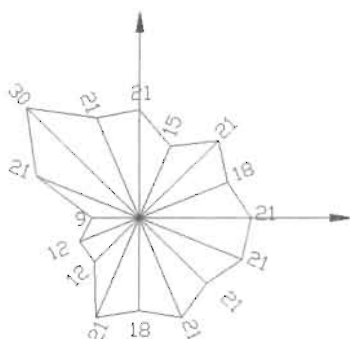

图 4-158
(8) 最后用直线绘制出两个箭头符号，一个风向玫瑰图就绘制完成了，如图 4-158 所示。